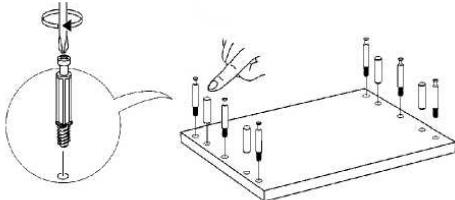

Рис. 3 - Установка шкантов и штоков эксцентриков
- 2.1 Ввинтите в боковые стенки (3) штоки эксцентриков, а также вставьте шканты в боковые стенки (3) и перегородку (4). (Рис.3).